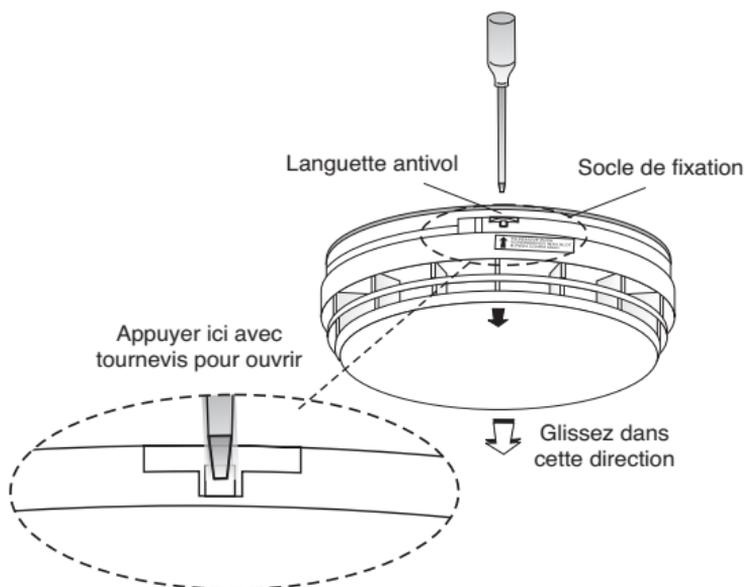
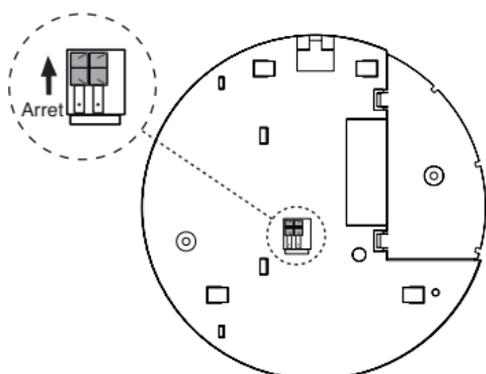

Fig.7 Pour enlever détecteur du socle de fixation
Figure 10:
6. Modèle Ei405 et Ei405N : si le détecteur de fumée se déclenche et que le voyant rouge clignote simultanément, remplacez la pile (voir la figure 7 pour retirer l'appareil de son socle de fixation).
7. Modèle Ei405TY et Ei405TYN : si le détecteur de fumée se déclenche et que le voyant rouge clignote simultanément ou si le voyant bleu clignote toutes les 9 secondes, cela indique que la pile intégrée est usée et que vous devez remplacer l'ensemble du détecteur de fumée. Ceci se produit généralement au bout de 10 ans d'utilisation (voir la figure 7 pour retirer l'appareil de sa plaque de fixation).
2. Détachez le socle de fixation du détecteur de fumée. S'il a été verrouillé, débloquez la protection antivol à l'aide d'un petit tournevis, comme le montre la figure 7 et séparez le détecteur de fumée de son socle de fixation en le faisant glisser.
Une pile alcaline neuve dure plus d'un an. Lorsque l'alimentation par pile est faible et que celle-ci nécessite d'être remplacée, le détecteur de fumée émet un bip et le voyant rouge clignote simultanément toutes les minutes pendant au moins 30 jours. Cela vous indique que la pile doit être remplacée. De même, vous devez remplacer la pile si le détecteur de fumée n'émet pas de bip lorsque vous appuyez sur le bouton Test. Pour une fiabilité optimale, remplacez la pile au moins une fois par an (voir la figure 7 pour obtenir les instructions de retrait des appareils du socle de fixation). Après avoir remplacé la pile, vous devez appuyer sur le bouton Test pour vérifier que le détecteur de fumée fonctionne correctement.
Avant de mettre un détecteur de fumée au rebut, retirez-le de son socle de fixation (voir la figure 7). Vous pouvez arrêter l'émission des bips sur le modèle Ei405TY et Ei405TYN en plaçant les boutons situés sur la base de l'appareil en position d'arrêt (Off) (voir la figure 10). Pour le modèle Ei405 et Ei405N, il suffit simplement de débrancher la pile.